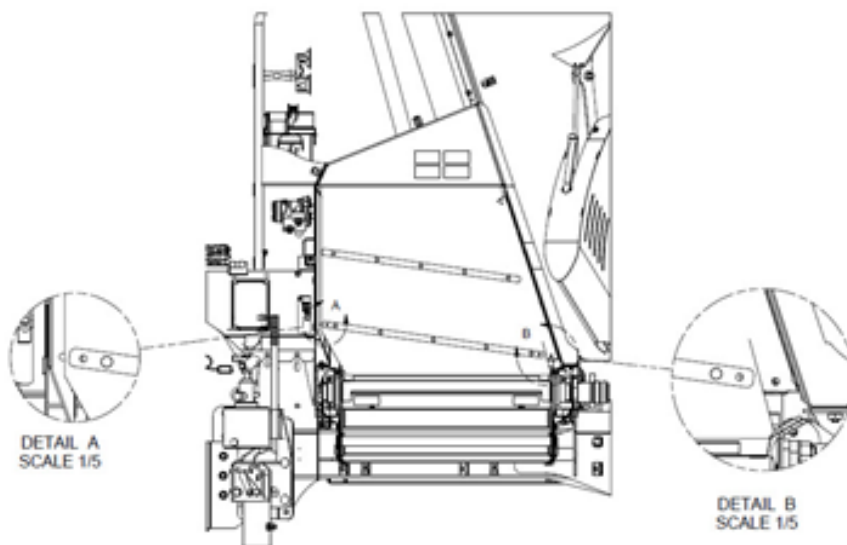

Figure 7 — Rideaux de rétention
- Fixez les rideaux de rétention aux panneaux de transfert en passant deux colliers de serrage en plastique dans les trous sur les rideaux (Figure 7, détail A et B).